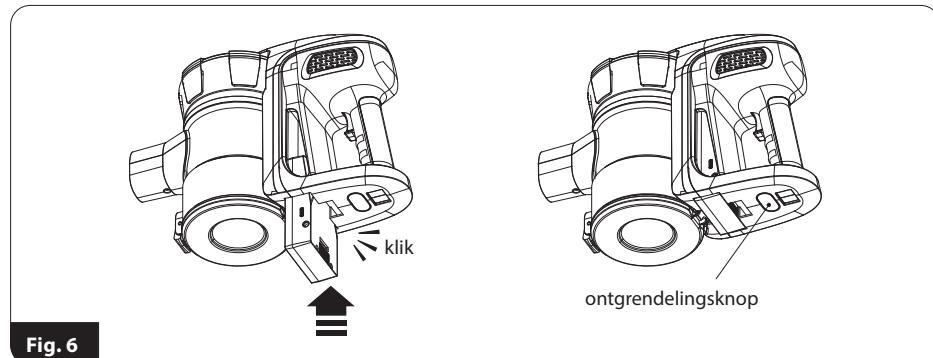

Fig. 6
1. Installeer de batterij (4) in de motormodule (1). Zorg ervoor dat deze goed in de stofzuiger zit (fig. 6). De batterij kan alleen uit de stofzuiger worden verwijderd door de knop (5) ingedrukt te houden.